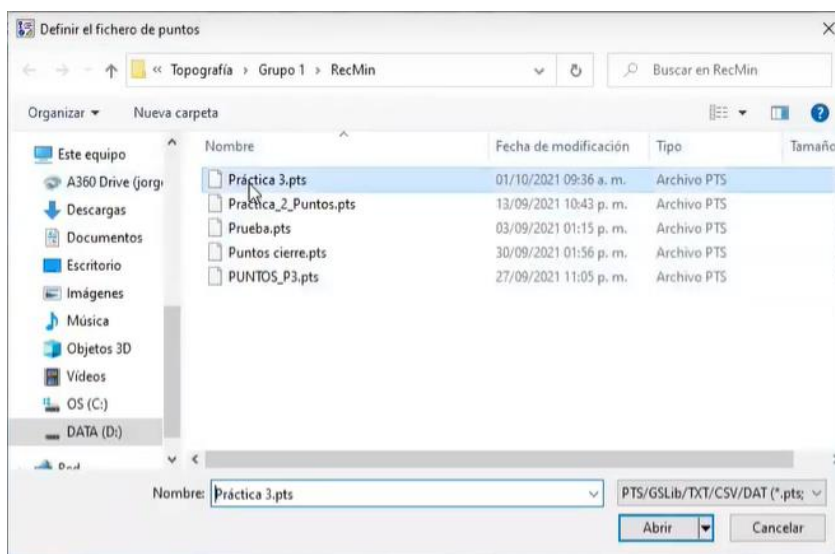

Figura 215. Archivo importado.
59. En la nueva pestaña, buscar y seleccionar el archivo que se importó. Presionar “Abrir”. Figura 215.